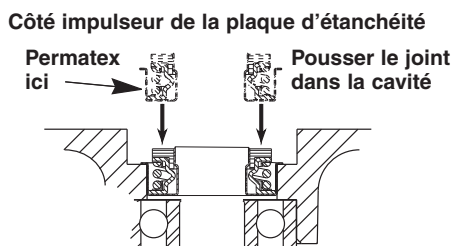

Figure 1
REMARQUE : S'assurer que les surfaces du joint sont propres et pas endommagées. Sur le bord extérieur du corps du joint (avec le ressort), appliquer un peu de Permatex n° 2 ou de produit équivalent (Figure 1).
1. Pousser le corps du joint neuf dans la cavité de la plaque d'étanchéité (Figure 1).